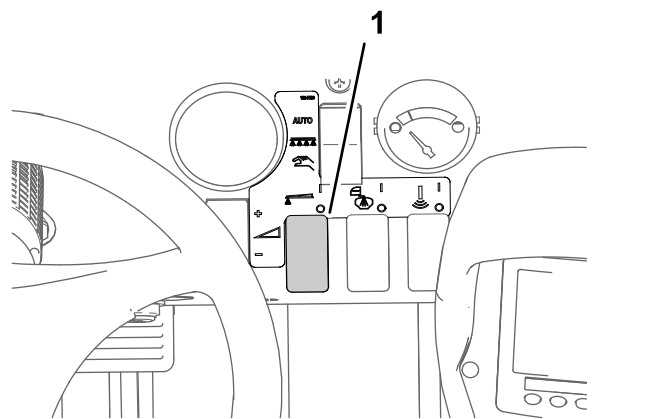

図 44
8. 散布率スイッチで所望の散布水圧にセットする。水圧は本体に付属の資料、ノズル選定ガイドを参照。 図 44